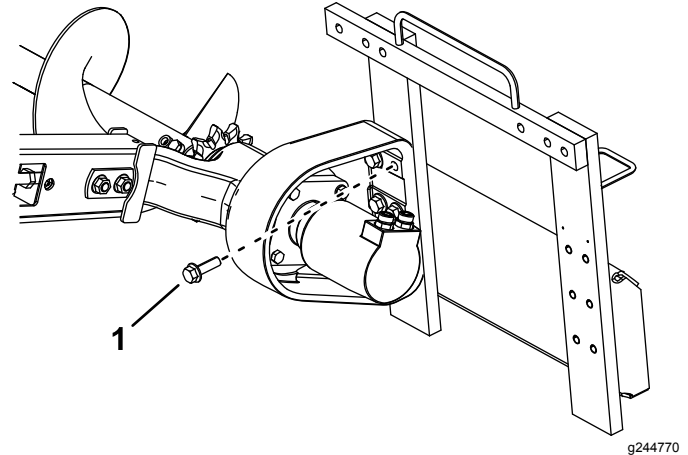

Figura 8
1. Perno (6)
5. Fije el cabezal al bastidor con los 6 pernos que retiró anteriormente (Figura 8).